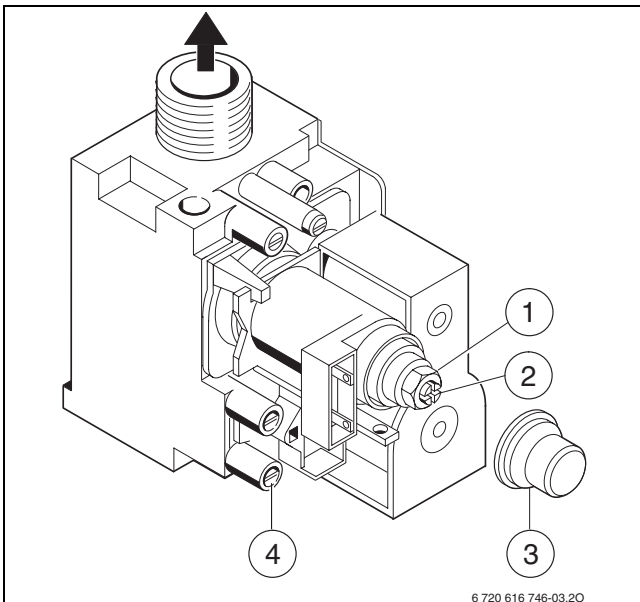

Fig. 44 Bloc gaz
- Retirer le capuchon (→ fig. 44 [3]) du bloc gaz.
- Pour « max » prendre la pression aux injecteurs indiquée (mbar) dans le tableau sur la page 67 ou 68 et la contrôler. Vérifier que l'écrou (→ fig. 44 [1]) est bien serré en butée sur le corps laiton.
- Pour « min » prendre la pression aux injecteurs indiquée (mbar) dans le tableau sur la page 67 ou 68. Régler la pression aux injecteurs au moyen de la vis de réglage de débit gaz minimal (→fig. 44 [2]).
- Desserrer la vis dans la prise de mesure de la pression de raccordement (→ fig. 44 [4] en page 53) et brancher un manomètre à cette prise.
- Pour « max » prendre le débit de gaz indiqué dans le tableau sur la page 67 ou 68 et le contrôler. Vérifier que l'écrou (→ fig. 44 [1]) est bien serré en butée sur le corps laiton.
- Pour « min » prendre le débit de gaz indiqué dans le tableau sur la page 67 ou 68. Régler la pression aux injecteurs au moyen de la vis de réglage de débit gaz minimal (→ fig. 44 [2]).